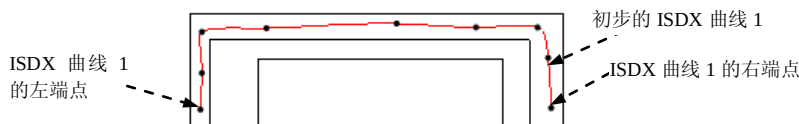
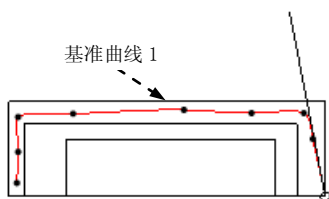
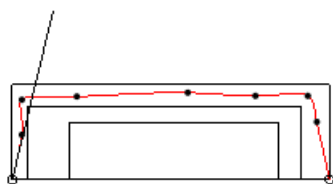

图 8.8.13 初步的 ISDX 曲线 1
图 8.8.14 对齐右端点
图 8.8.15 对齐左端点
(3) 创建初步的 ISDX 曲线 1。
- ① 单击 **样式** 功能选项卡 **曲线** 区域中的“曲线”按钮 .
- ② 选择曲线类型。在“造型：曲线”操控板中单击“创建平面曲线”按钮 .
- ③ 绘制图 8.8.13 所示的初步的 ISDX 曲线 1，然后单击操控板中的  按钮。
- (4) 编辑初步的 ISDX 曲线 1。
① 单击 **样式** 功能选项卡 **曲线** 区域中的“曲线编辑”按钮 ，选取图 8.8.13 中初步的 ISDX 曲线 1 为编辑对象。
② 按住 Shift 键，选取 ISDX 曲线 1 的右端点，如图 8.8.13 所示；向基准曲线 1 的右下角的交点方向拖拉，直至出现“×”为止，如图 8.8.14 所示，此时 ISDX 曲线 1 的右端点与曲线 1 的右下交点对齐。按照同样的操作方法对齐 ISDX 曲线 1 的左端点，如图 8.8.15 所示。